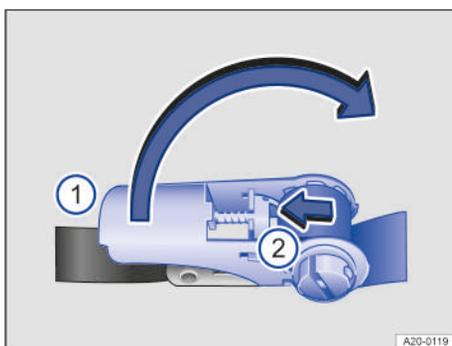
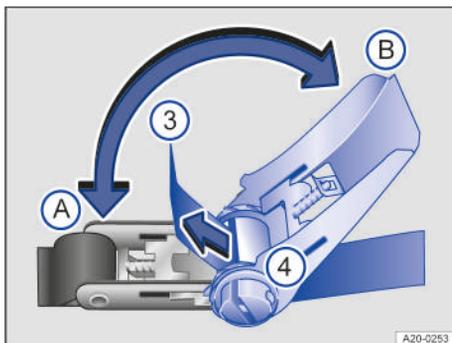

Fig. 125 Aflojar y apretar la palanca de la cinta con carraca.
Fig. 126 Aflojar y apretar la palanca de la cinta con carraca.
1. Presione el seguro → fig. 125 ② hacia fuera en el sentido de la flecha.
2. Lleve la palanca → fig. 125 ① a la posición → fig. 126 ②.
3. Introduzca la cinta → fig. 126 ③ desde atrás a través del eje ranurado ④ y apriétela con fuerza.
4. Mueva la palanca → fig. 125 ① entre las posiciones → fig. 126 ② (A) y ③ (B) de forma alterna hasta que la cinta se haya enrollado de dos a tres veces alrededor del eje ranurado → ▲.
5. Presione el seguro → fig. 125 ② hacia fuera y lleve la palanca → fig. 125 ① a la posición → fig. 126 ② (A). La carraca queda cerrada y bloqueada.
4. Extraiga la cinta → fig. 126 ③ de la carraca.